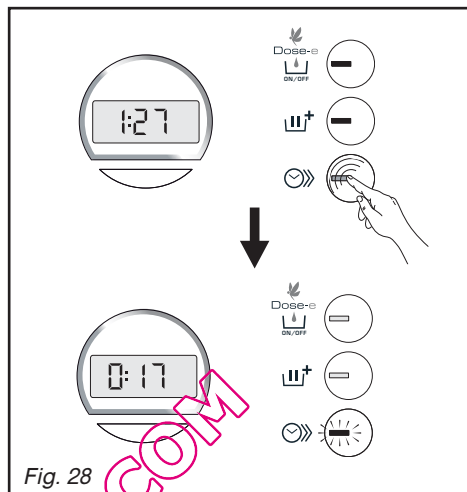

Fig. 28
• Programmation d'une vidange (Fig. 28)